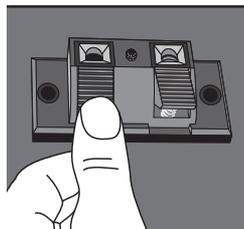

Figure 11
- 2. Appuyer doucement sur le bouton presseur pour ouvrir la borne (figure 11).**
Gently press on the toggle to open the connector (figure 11).